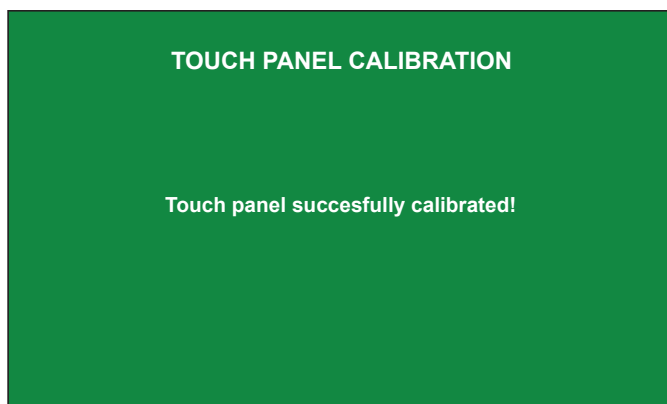

Figura 8-24
- 3.- Se la calibrazione è avvenuta con successo comparirà la schermata di Figura 8-24 e qualche secondo dopo verrà caricata la pagina principale del display;